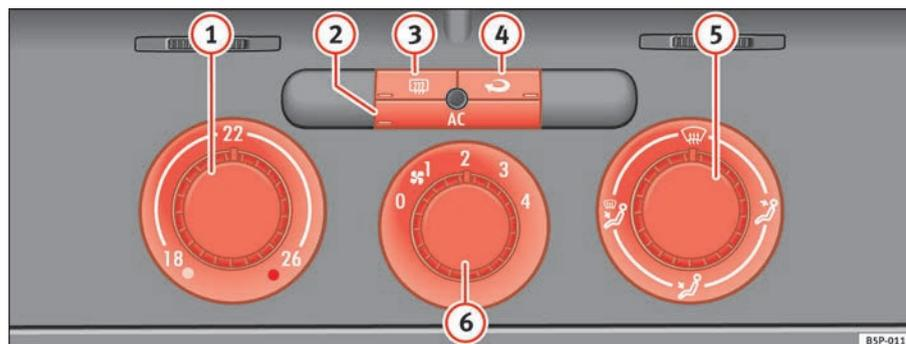

Fig. 127 Comandos do Climatic no painel de instrumentos
- Com os reguladores ⇒ fig. 127 1 e 5 e com o interruptor 6 é ajustada a temperatura, a distribuição do ar e o nível do ventilador.
- Ligar o ar condicionado com o botão ⇒ página 157, fig. 127 .